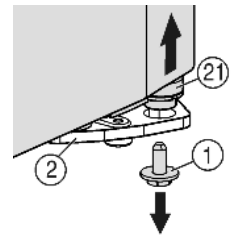
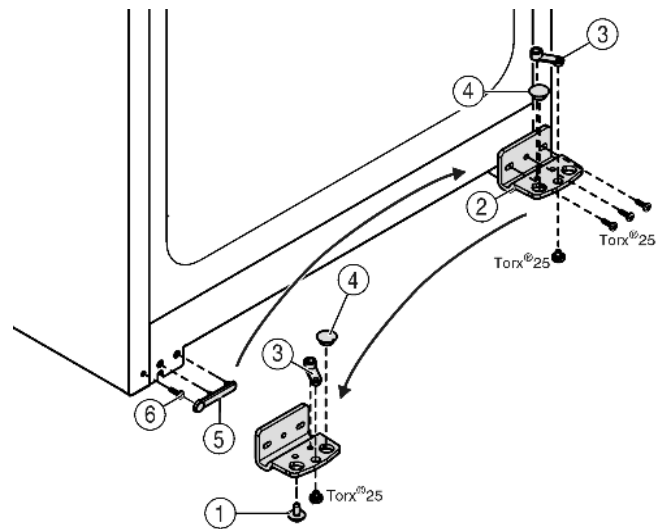

Fig. 4
Fig. 5
- ▶ Dévisser la vis de blocage du support d'appui Fig. 4 (1) en bas à droite.
- ▶ Le pivot d'appui Fig. 4 (21) se desserre du support d'appui Fig. 5 (2).
- ▶ Si le pivot d'appui Fig. 4 (21) ne se débloque pas poussez-le par le bas.
- ▶ Dévisser le support d'appui Fig. 5 (2).
- ▶ Dévisser l'élément pivotant Fig. 5 (3) et le permuter dans le trou opposé du support d'appui, revisser à fond.
- ▶ Retirer le bouchon Fig. 5 (4) du support d'appui et le placer dans le trou opposé au support d'appui.
- ▶ Retirer le cache Fig. 5 (5) côté poignée avec précaution.
- ▶ Retirer la vis Fig. 5 (6) et la revisser sur le côté opposé.
- ▶ Remettre en place le cache Fig. 5 (5).
- ▶ Revisser le support d'appui Fig. 5 (2) sur le nouveau côté charnière, en utilisant une visseuse sans fil si nécessaire, avec un couple de serrage de 4 Nm.
- ▶ Visser la vis d'arrêt Fig. 4 (1) en bas dans le pivot d'arrêt et la serrer à fond (**avec 4 Nm**).